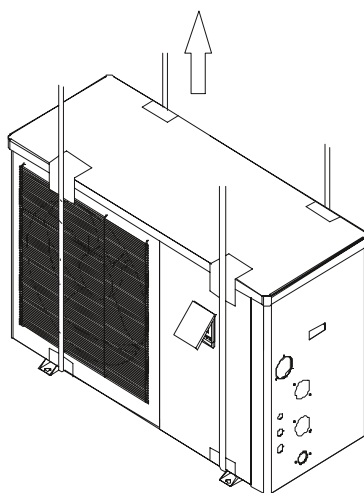

Figura 5. Schema di sollevamento
- Utilizzare quattro o più cinghie di sollevamento morbide per spostare i set (vedi la Figura 5).
- Non maneggiare, spostare o sollevare l'Unità tenendo il tubo di ingresso e il tubo di uscita dell'acqua: utilizzare solo i fori sulla trave della base (vedi la Figura 5).